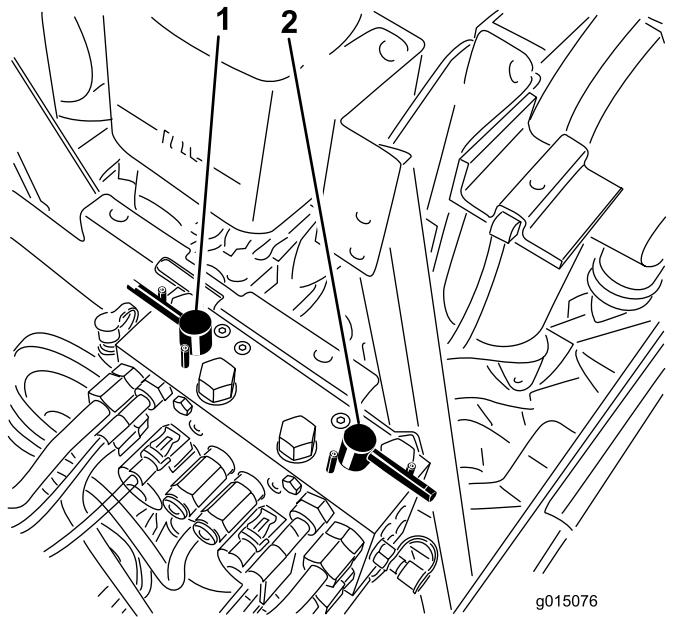

図 109
4. バックラップレバーで、前のカッティングユニット又は後ろのカッティングユニット、あるいは両方を選択する図 109。